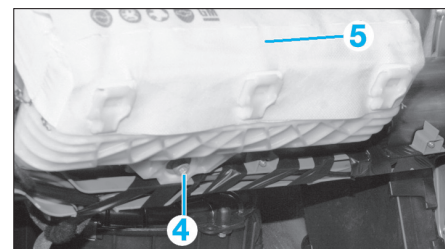
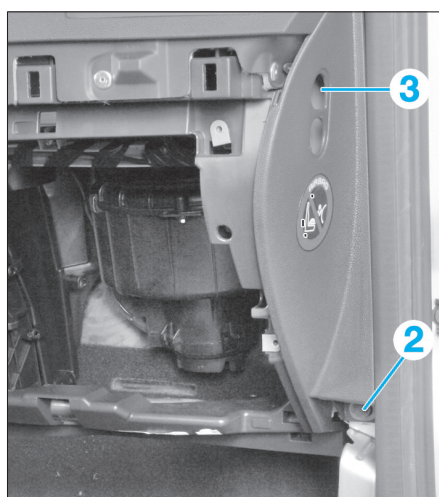

FIG. 11
FIG. 10
- la vis de fixation (2) inférieure droite de planche de bord (fig. 10).
- la vis (3) de fixation droite de la planche de bord.
- la vis de fixation (4) de l'airbag (5) (fig. 11).